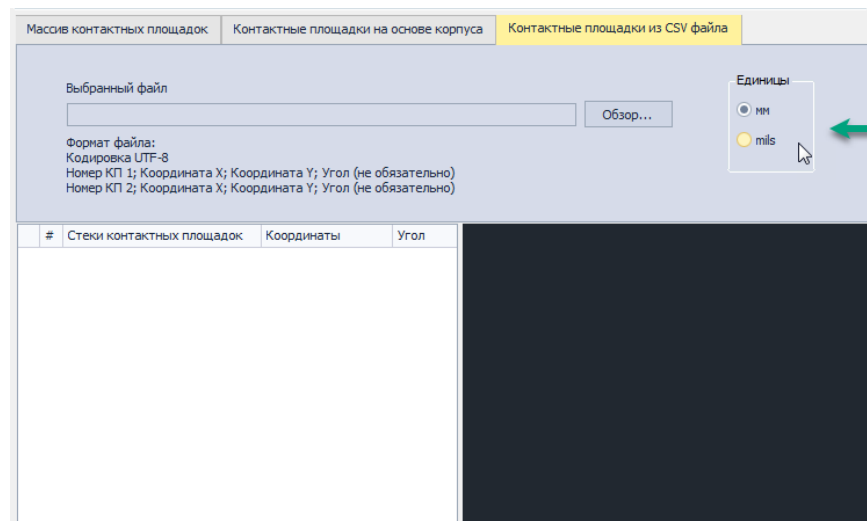

Рис. 110 Изменение единиц измерения
4. Измените, при необходимости используемые единицы с помощью переключателя «Единицы», см. Рис. 110. В элементах списка координаты всегда отображаются в миллиметрах.